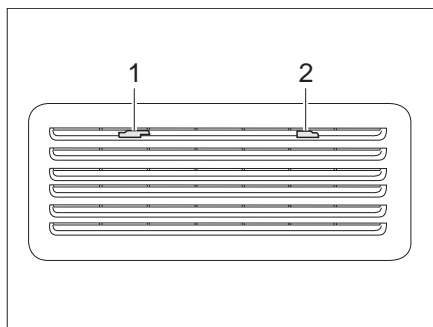
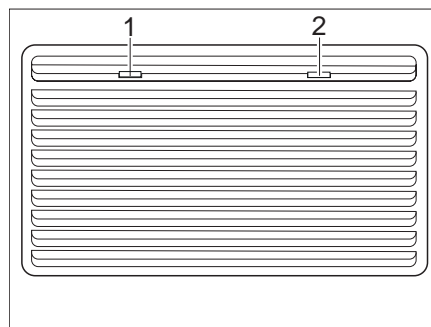

Bild 143 Kylskåpets ventilationsgaller (Thetford liten)
Bild 144 Kylskåpets ventilationsgaller (Thetford stor)
- Skjut spärrarna (Bild 143,1 och 2 resp. Bild 144,1 och 2) åt mitten.